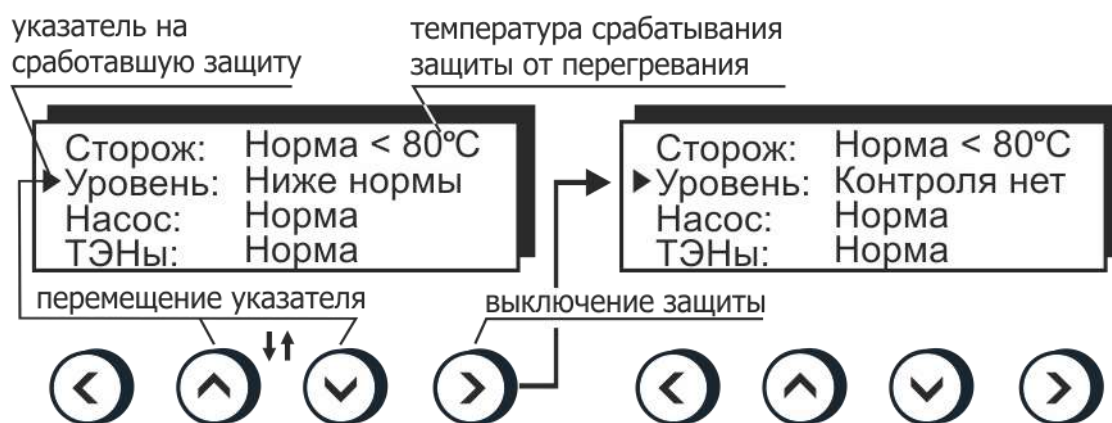

Рисунок 8 — Пример срабатывания защиты
- вращением регулятора 23 установить желаемую температуру срабатывания защиты, контролируя ее значение на дисплее (рисунок 8);